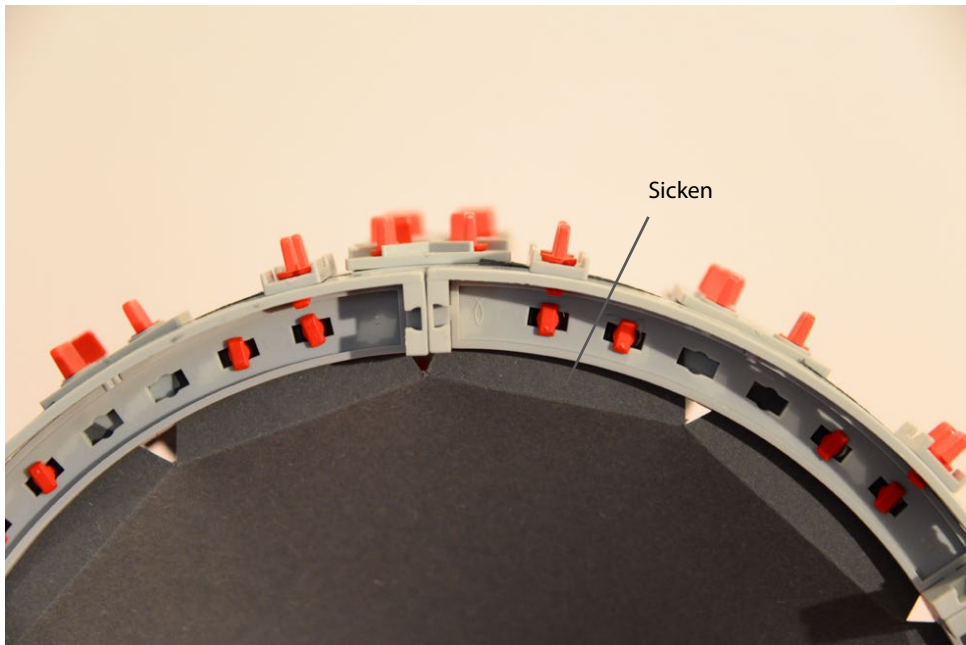

Abb. 1.4.12: Sicken zur Halterung der konusförmigen Lautsprechermembran
1. Die Verwendung leichter beweglicher Sicken würde die Lautsprechermembran leichter schwingen lassen. Gemäß Abb. 1.4.12 könnte für die Sicken ein anderes Material benutzt werden. Auch möglich wäre ein paralleles Einritzen der Sicken zur Knickkante.